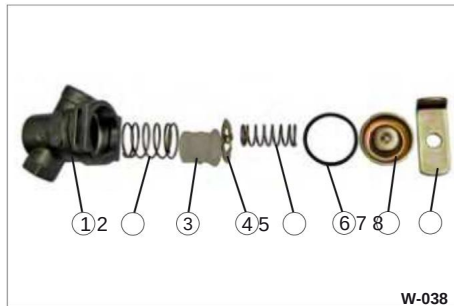

Fig. 38 Filtro di linea smontato
Utilizzando un cacciavite, spingere verso il basso il coperchio (Fig. 38/8) ed estrarre la staffa (Fig. 38/9).
(Fig. 38/3 e Fig. 38/6), la guarnizione (Fig. 38/7), la piastra intermedia (Fig. 38/5) e il filtro (Fig. 38/4).
➤ Pulire l'alloggiamento del filtro (Fig. 38/2) con un panno pulito e asciutto.
➤ Pulire il filtro (Fig. 38/4).
➤ Controllare la guarnizione (Fig. 38/7) per danni, presenza.
- ÿ Impostare la piccola molla (Fig. 38/6) sulle linguette della piastra intermedia.
- ÿ Posizionare il coperchio (Fig. 38/8) sopra.